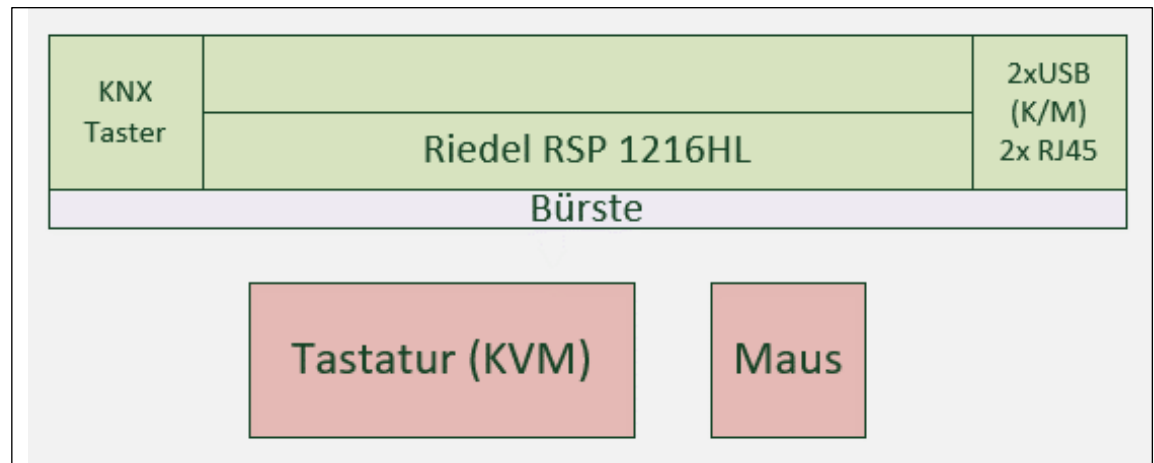

Abbildung 6: 19" Pultaufsatz Bedientisch MOC Büro-Arbeitsplatz Abschnitt1
- ⇒ Der Pultaufsatz besteht aus einem 19“ Einbau sowie rechts und links weitere Einbaumöglichkeiten, siehe u.a. „Abbildung 6“.